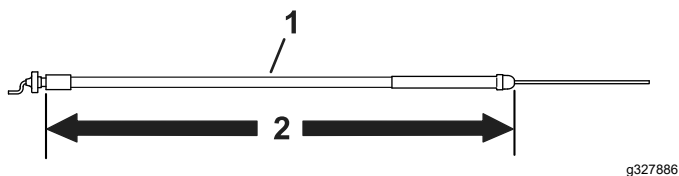

Bild 8
- Verwenden Sie den Gaszug mit einer Länge von 172,2 cm für Zugmaschinen der Modellreihe 04035, 04037, 04056 oder 04060; siehe Bild 8.